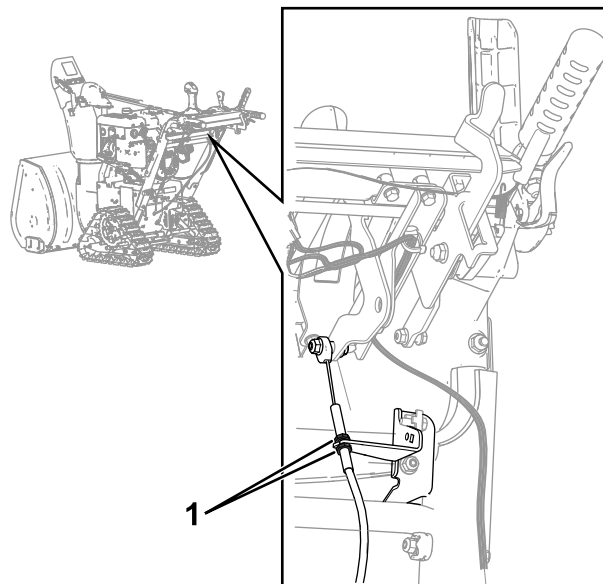

図 5
- B. コントロールパネルの下にある速度選択レバーのブラケットに固定された、スピードケーブルのナット2つを緩める 図 5。
B. コントロールパネルの下にある速度選択レバーのブラケットに固定された、スピードケーブルのナット2つを緩める図 5。